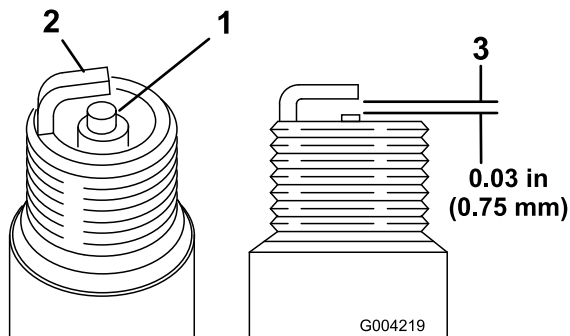

Figure 26
2. Contrôlez l'écartement entre l'électrode centrale et l'électrode latérale (Figure 26).
3. Courbez l'électrode latérale (Figure 26) si l'écartement est incorrect.
1. Examinez le centre des bougies (Figure 26). Si le bec isolant est recouvert d'un léger dépôt gris ou brun, le moteur fonctionne correctement. S'il est recouvert d'un dépôt noir, cela est généralement signe que le filtre à air est encrassé.